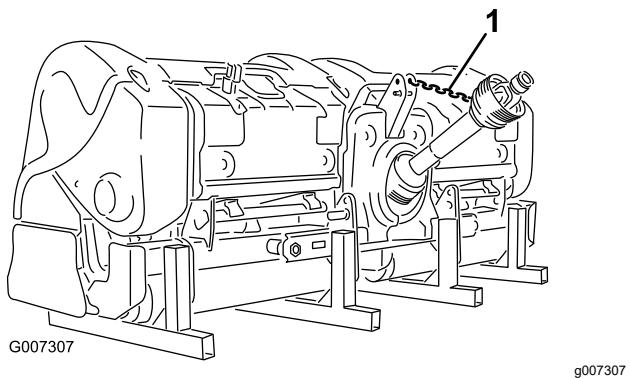

Figure 44
9. Soutenez l'arbre d'entraînement de PDF en fixant l'attache de PDF à la protection de PDF pour empêcher l'arbre de toucher le sol (Figure 44).